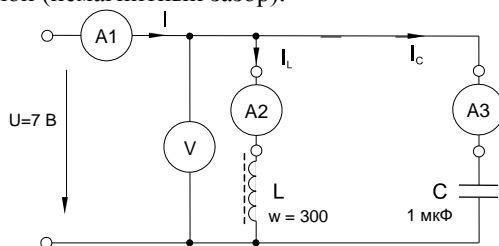

Рисунок 8.16. Схема электрических соединений
- Соберите цепь согласно схеме (рис. 8.16), подсоедините регулируемый источник синусоидального напряжения и установите его параметры: $U = 7 \text{ В}$, $f = 500 \text{ Гц}$. В качестве индуктивности с малым активным сопротивлением используйте катушку трансформатора 300 витков, вставив между подковами разъемного сердечника полоски бумаги в один слой (немагнитный зазор).